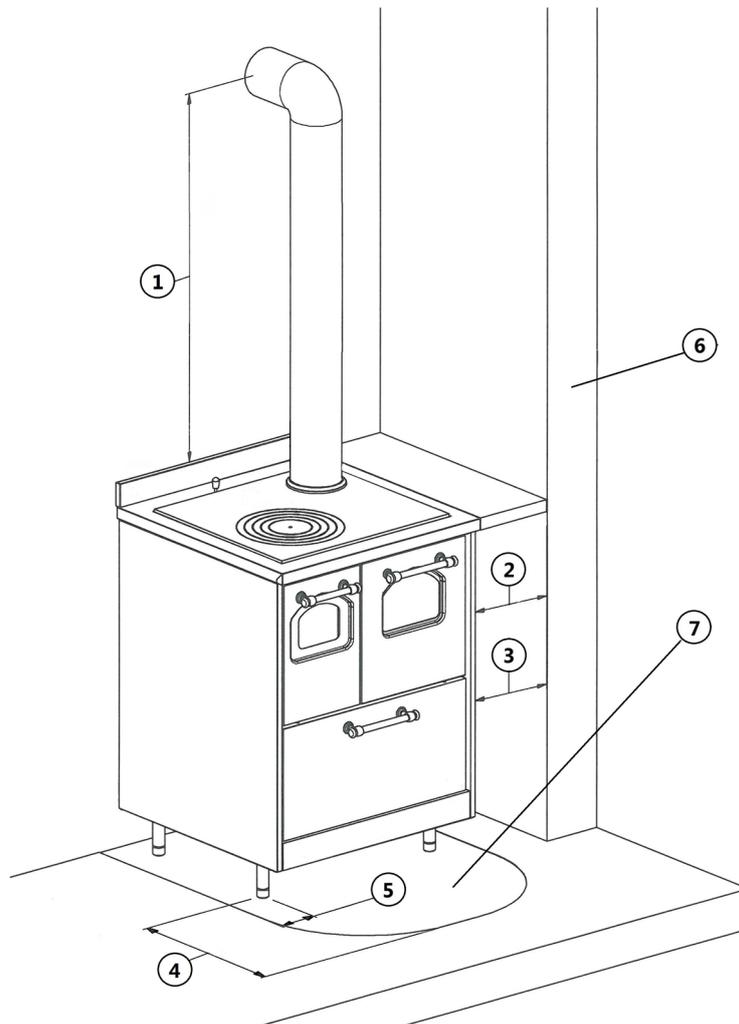

Fig. 25 - Distances par rapport aux murs
LÉGENDE	Fig. 25 à page 60
- Dans les deux derniers cas, le mur latéral au-dessus du plan de cuisson doit se trouver à une distance minimum (voir **Fig. 25 à page 60**) du bord du poêle.
- Si le sol est constitué d'un matériau combustible, réaliser une protection (plaque en acier, matériau réfractaire, marbre...) en utilisant un matériau incombustible. Pour les dimensions de la protection, voir **Fig. 25 à page 60**.